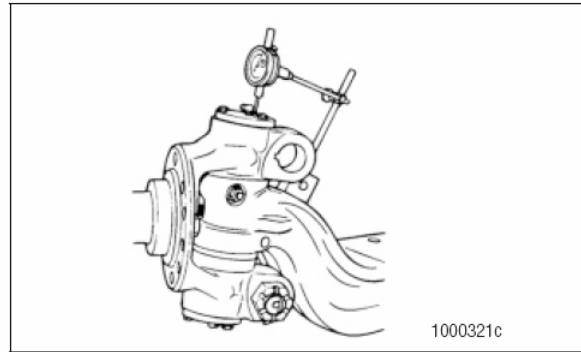

Figura 6.7
3. Instale un indicador de cuadrante en la base de la viga-l y la punta en la tapa superior de la charnela. Figura 6.7